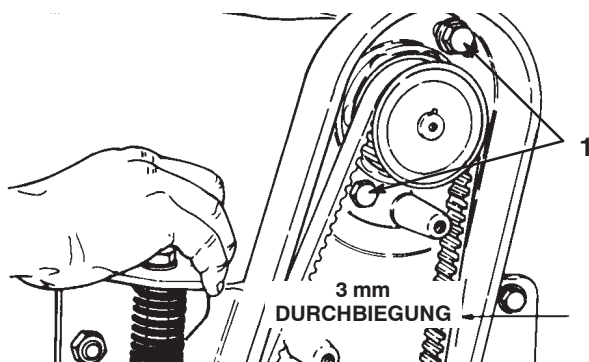

Bild 12
- Setzen Sie 2 Befestigungsschrauben des Spindel-antriebmotors (Köpfe an der Innenseite des Antriebsgehäuses – flasche Scheibe auf oberer Schraube) in die Löcher des Spindelmotorflansch ein. Drehen Sie die Sicherungsmuttern auf die Schrauben. Drehen Sie den Spindelmotor nach oben in das geschlitzte Loch im Gehäuse, um den Treibriemen anzuspinnen, ziehen Sie dann die Befestigungen auf 34 Nm fest (Bild 12).
Hinweis: Die richtige Riemenspannung ist erreicht, wenn sich der Riemen in der Mitte bei einer Kraftaufbringung von 31 N ungefähr 3 mm durchbiegt. (Bild 12).